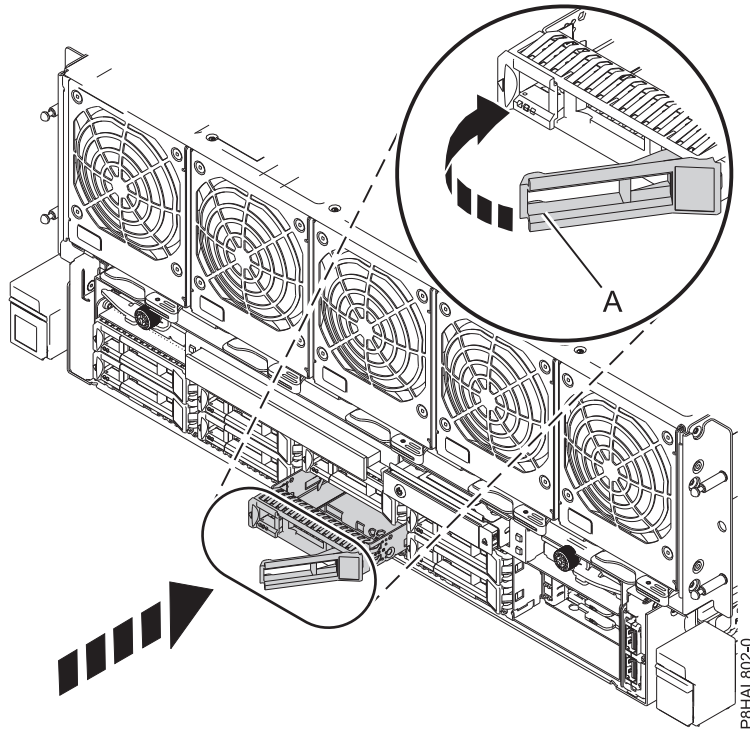

Figure 19. Remise en place des unités de disque
- a. Déverrouillez la poignée de la baie d'unité (A) en appuyant dessus et en la tirant vers vous. Si la poignée n'est pas complètement sortie, vous ne pouvez pas insérer l'unité dans le système.
- c. Faites glisser complètement l'unité dans le système et poussez la poignée de la baie d'unité (A) jusqu'à ce qu'elle s'enclenche, comme illustré à la figure 19, à la page 17.